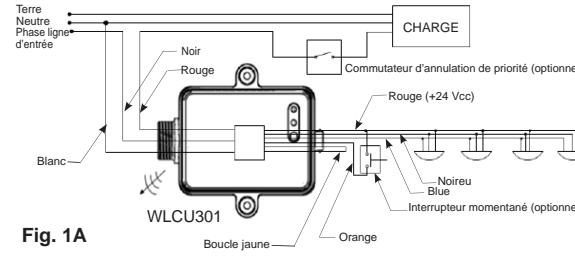
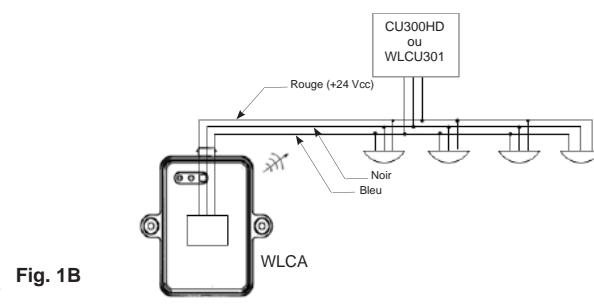

Fig. 1A
Fig. 1B
3. Raccorder l'unité WLCU301 au circuit conformément au schéma de câblage de la Fig. 1A et l'unité WLCA au circuit conformément au schéma de câblage de la Fig. 1B.